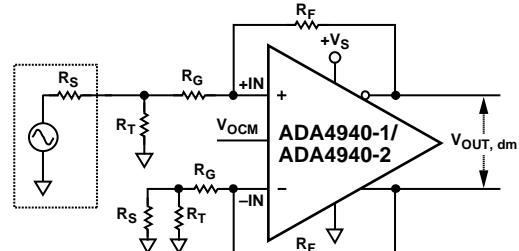

图65. 针对非平衡(单端)输入的ADA4940-1/ADA4940-2配置
**表16. 以地为参考的单端输入、直流耦合、 $R_s = 50 \Omega$ ,  $R_L = 1 \text{ k}\Omega$ (见图65)**
对于非平衡单端输入信号(见图65)，输入阻抗为